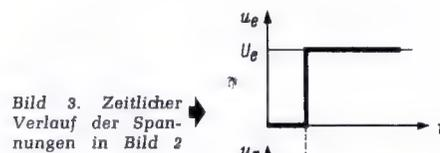
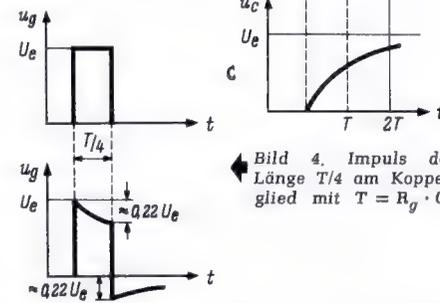
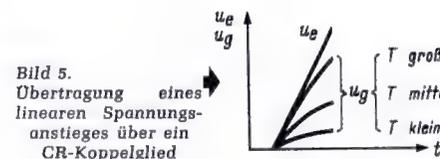
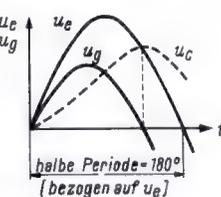

Bild 3. Zeitlicher Verlauf der Spannungen in Bild 2
Bild 4. Impuls der Länge  $T/4$  am Koppelglied mit  $T = R_g \cdot C_g$
Bild 5. Übertragung eines linearen Spannungsanstieges über ein CR-Koppelglied
Bild 6. Übertragung eines sinusförmigen Anstieges über ein CR-Koppelglied
An die gleiche Verstärkerstufe legen wir nun einen Impuls, d. h. einen kurzen Spannungsschub, dessen Dauer ein Viertel der Länge der Zeitkonstante des verwendeten Koppelgliedes betragen soll (Bild 4). Die Gitterspannung ist am Ende des Impulses um etwa 22 % abgesunken. Dann kommt die hintere Flanke des Eingangsimpulses, die das Gitter zunächst um die volle Größe  $U_e$  negativer macht. Die Gitterspannung liegt direkt nach dem Rückflankensprung der Eingangsspannung um den gleichen Spannungsbetrag unter der Nulllinie, wie vorher der Abfall des Impuls„daches“ ausgemacht hatte, hier also um etwa 22 % der Maximalspannung! Diese vor dem Koppelglied gar nicht vorhandene negative Spannung geht nach der gleichen Gesetzmäßigkeit gegen Null wie die positive Impulsspannung im Bild 3; d. h. nach der Zeit von  $5T$  ist die Gitterspannung auf  $1/100$  ihres Maximalwertes abgesunken. Das wäre in diesem Fall eine negative Spannung von der Größe  $0,01 \cdot 0,22 \cdot U_e$ .
Bild 5 zeigt nun eine Eingangsspannung, die nicht sprungartig, sondern linear ansteigt. Die unverfälschte Übertragung des Sprunges in Bild 4 ergab sich deshalb, weil in der unendlich kurzen Sprungzeit der Kondensator noch keine Ladung aufnehmen konnte. Anders jetzt. Während der Dauer des Anstieges kann hier bereits eine gewisse Aufladung erfolgen. Nach Gleichung (5), die wir jetzt wegen der veränderlichen Eingangsspannung schreiben
Bild 6 zeigt eine im Nulldurchgang beginnende Sinusspannung. Der Beginn der Kurve ist annähernd linear. Hier wird also die  $u_g$ -Kurve etwa so verlaufen wie bei Bild 5. Dann jedoch geht  $u_e$  in einen flachen, im Scheitelpunkt sogar waagerechten Teil über (Bereich 2). Irgendwo in diesem Bereich – und zwar bevor  $u_e$  ihren Scheitelwert erreicht hat – wird die Spannung am Kondensator infolge Aufladung ebensoviel zunehmen wie  $u_g$ ; das bedeutete für  $u_g$ , daß diese ihren Maximalwert hat und von hier an wieder kleiner wird.